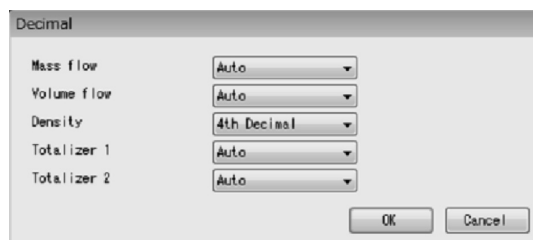

図87
① メニューの「Setup(S)」>「LCD」>「Decimal」をクリックします
② 次のウィンドウ(図87)が表示されます。ここではLCDに表示する計測値の小数点位置を設定します。